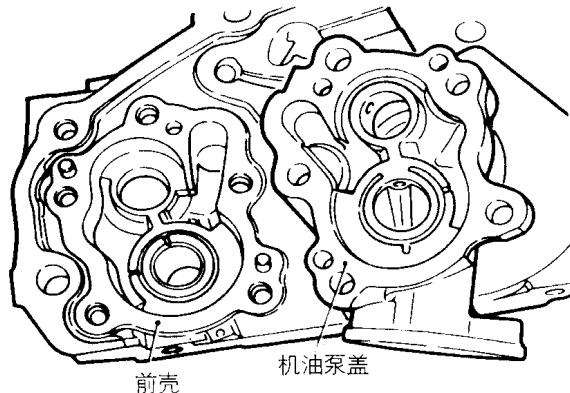

图 2-76 检查前壳
- (1) 检查油孔是否阻塞，如有必要应进行清洗。
- (2) 如图 2-76 所示，检查前壳有无裂纹和损伤。应更换有裂纹和损伤的前壳。